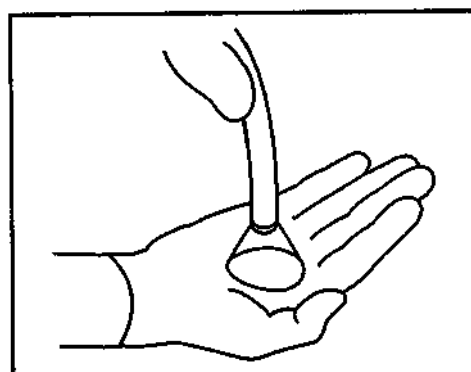

Рис. 3.22
- 3 Удостоверьтесь в том, что свет выходит из дистального конца эндоскопа. (См. Рис. 3.22)